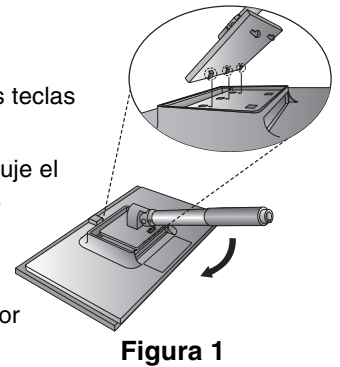

Figura 1
1. Sitúe el monitor boca abajo en una superficie no abrasiva (**figura 1**).
2. Coloque los corchetes de la parte superior del soporte en la ranura del monitor y luego empuje el soporte hacia el monitor en el sentido que indica la flecha, tal como se indica en la **figura 1**. Finalmente, asegúrese de que el soporte esté bloqueado.